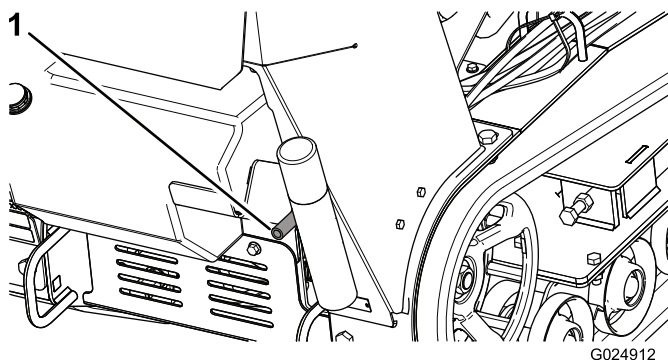

Figure 33
4. Placez un bac sous le flexible de vidange. Tournez le robinet de vidange pour permettre à l'huile de s'écouler (Figure 32 et Figure 33).